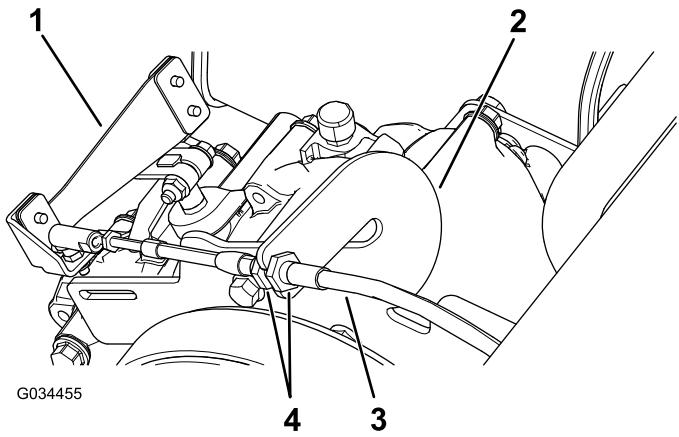

Figura 57
1. Afloje las contratuerca del cable del cambio de marchas y ajústelas según sea necesario (Figura 57).
2. Compruebe la posición del cambio de marchas girando el selector de marchas a las 3 posiciones diferentes y compruebe si la palanca de cambios (Figura 57) se desplaza correctamente al cambiar de marcha; consulte Palanca de cambios e indicador del cambio de marchas (página 11).